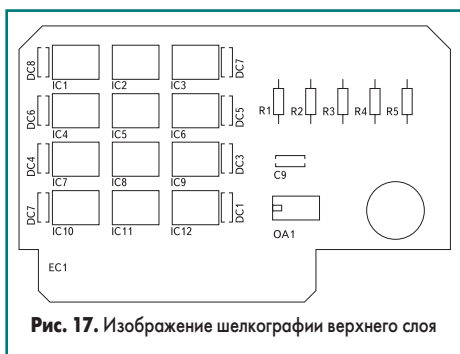

Рис. 17. Изображение шелкографии верхнего слоя
8. В окне Colours нажмем кнопку Preview и проверим, что на экране отображаются только нужные нам объекты (рис. 17).